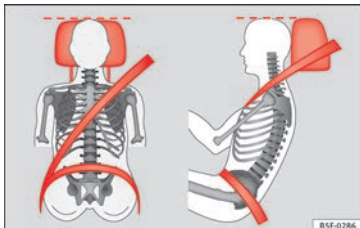

Bild 4 Korrekt inställt nackskydd sett framifrån och från sidan.
- Ställ in nackskyddet, så långt det går, så att ovankanten är på samma nivå som huvudets övre del, eller åtminstone i ögonhöjd. » **bild 4.**